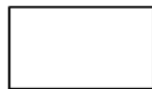

图 3.5.9 绘制矩形
Step2. 绘制图 3.5.9 所示的矩形。选择下拉菜单  →  命令；在绘图区选择矩形的第一顶点；在命令行输入坐标值 (@32.8,18.6) 并按 Enter 键 (定义矩形的对角点)。